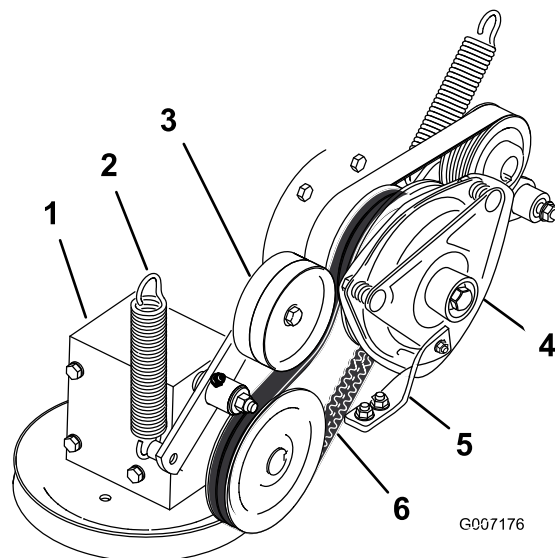

Bild 93
7. Verlegen Sie den neuen Zapfwellen-Treibriemen um die Kupplungs- und Getriebespannscheibe (Bild 93).
9. Haken Sie die Feder wieder in den Spannarm ein (Bild 93).
4. Entfernen Sie die Feder vom Spannarm (Bild 93).